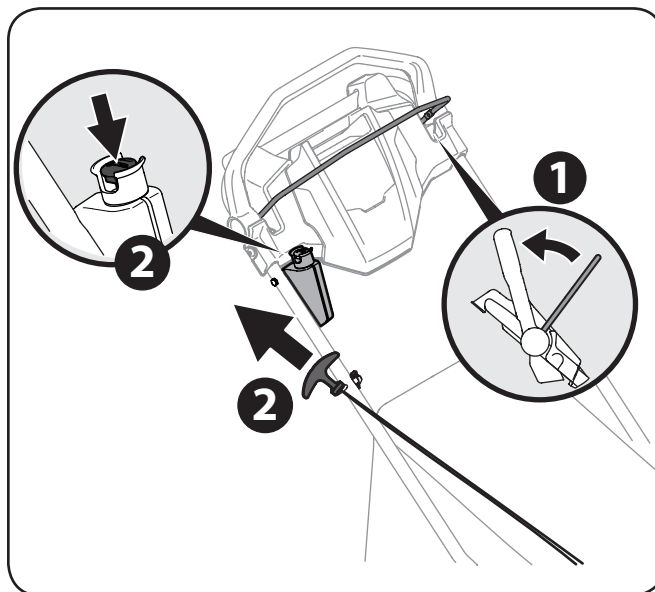

Figure 5-1
1. Placez-vous derrière l'appareil et serrez la commande de lame contre la commande d'entraînement. Voir Figure 5-1.
Démarrage électrique (si équipé) : Insérez le bouton de démarrage en plastique dans le réceptacle. Poussez le bouton de démarrage électrique pour démarrer le moteur. Voir Figure 5-1.